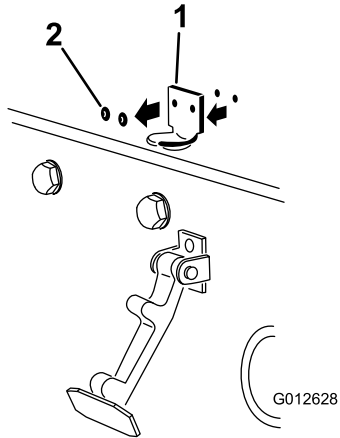

Figure 3
- Retirez les 2 rivets qui fixent le support de loquet au capot (Figure 3). Enlevez le support de loquet du capot.